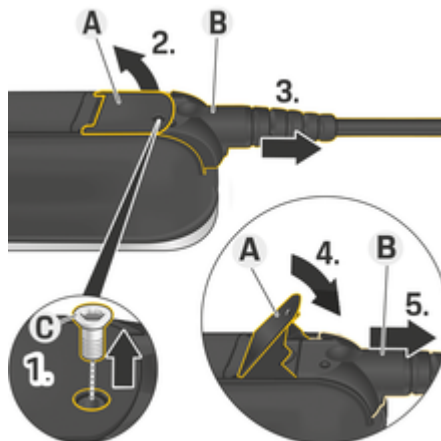

Fig. 499: Deconectarea cablurilor
1. Scoateți șurubul **C** (Fig. 499) cu un instrument adecvat.
2. Ridicați maneta **A** (Fig. 499).
3. Scoateți conectorul **B** (Fig. 499) până când simțiți prima dată rezistență.
4. Închideți maneta **A** (Fig. 499).
5. Scoateți complet conectorul **B** (Fig. 499).